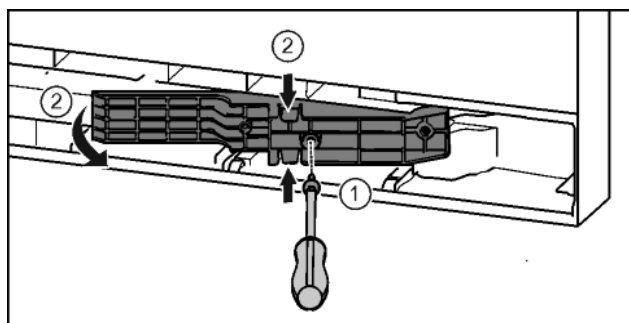

Fig. 22\*
- Отпустить винты отвёрткой T15.\* Fig. 22 (1)
- Извлечь деталь адаптера.\* Fig. 22 (2)